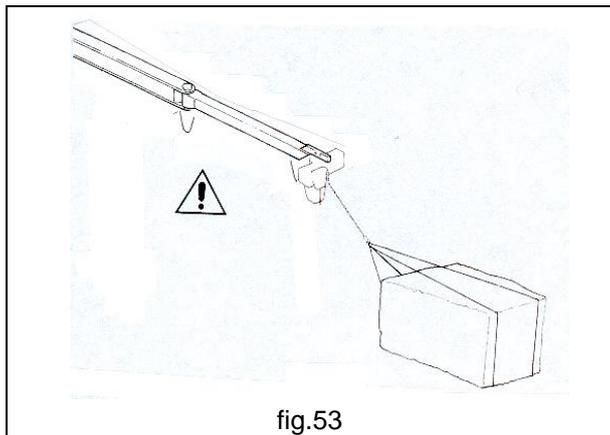

fig.53
- **En las maniobras de elevación** el operador debe evitar apoyar el gancho al suelo o en las cargas por levantar, para no causar el enredo de la cadena. El operador debe evitar absolutamente realizar tiros oblicuos con la cadena, que siempre son peligrosos y poco controlables (fig.53).